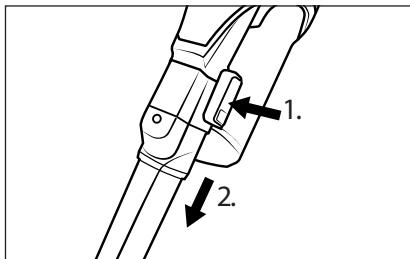

Fig. 15
- ◆ Pour retirer l'accessoire, maintenez la touche de déverrouillage de l'accessoire enfoncée, puis retirez l'accessoire du tube d'aspiration ⑬ ou de l'orifice d'aspiration de l'appareil (voir fig. 15).